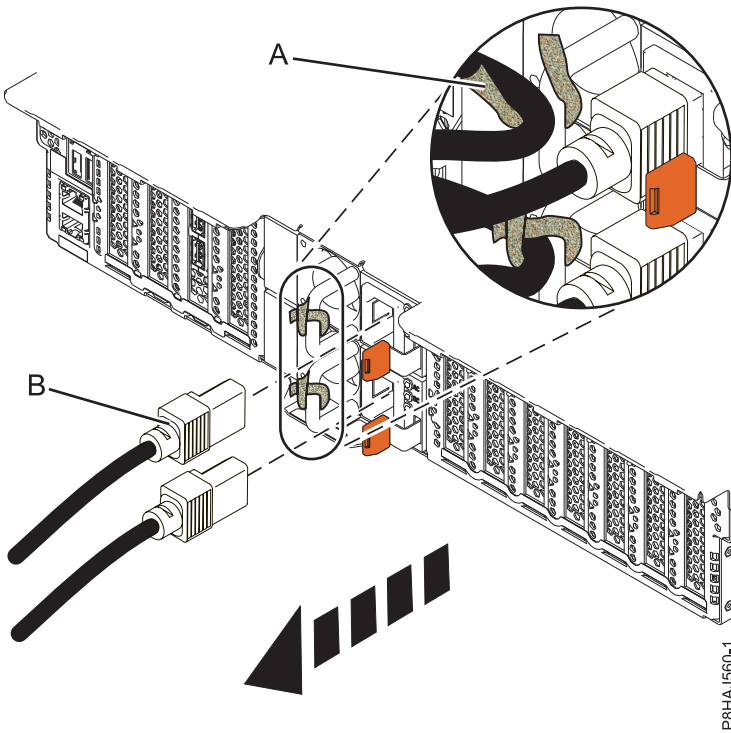
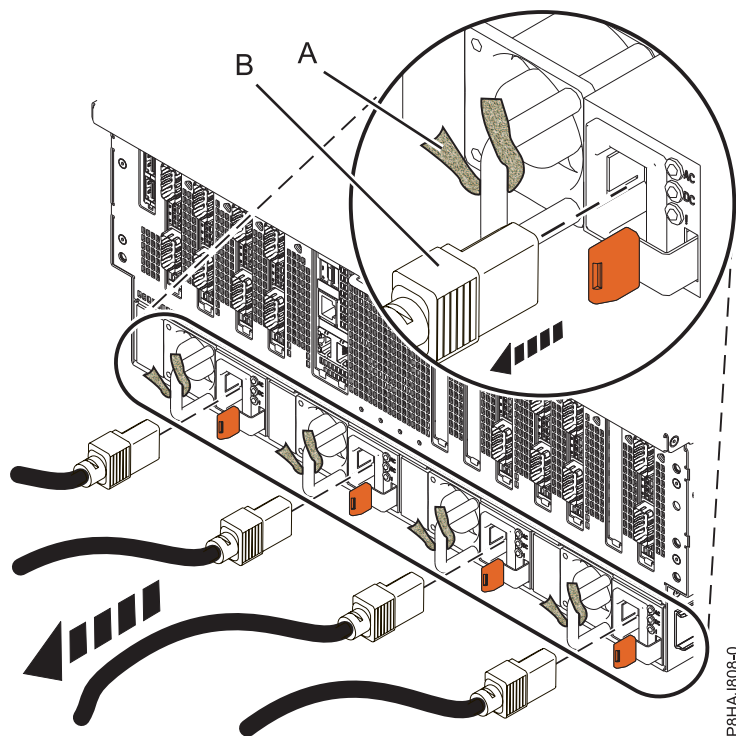

Figure 37. Retrait des cordons d'alimentation d'un système 5148-21L, 5148-22L, 8247-21L, 8247-22L, 8284-21A ou 8284-22A
Figure 38. Retrait des cordons d'alimentation d'un système 8408-44E ou 8408-E8E
3. Débranchez les cordons d'alimentation (**B**) de l'unité centrale. Voir les figures figure 36, à la page 52, figure 37, à la page 52 ou figure 38, à la page 53 selon le type de votre système.